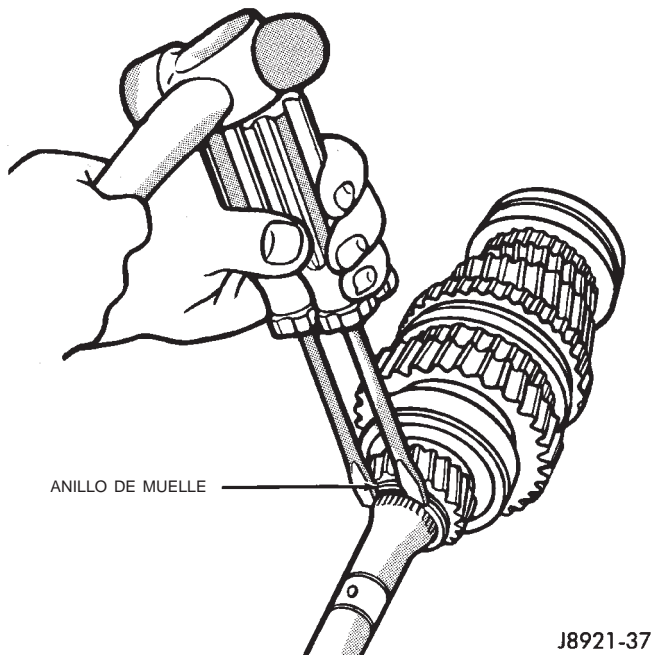

Fig. 102 Desmontaje de anillo de muelle del engranaje de quinta velocidad
- (3) Retire el anillo de muelle del engranaje de quinta velocidad del eje transmisor empleando dos destornilladores (Fig. 102).